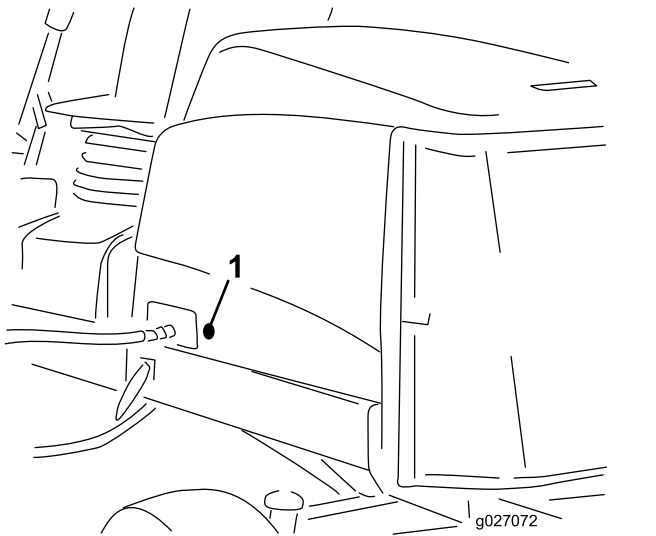

Bild 19
2. Nehmen Sie die Gummidichtung aus dem Loch links an der Motorhaube heraus (Bild 19).